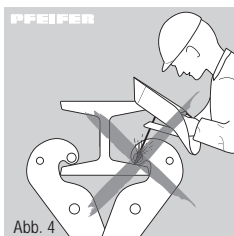

Abb. 4
- Schweißarbeiten an der Trägerklemme sind verboten (Abb. 4).